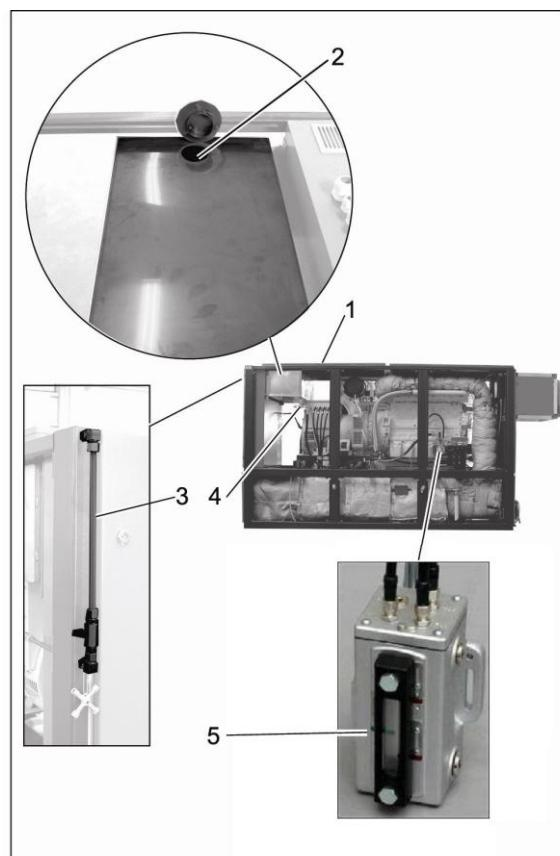

Рис. 5 Дополнительный бак для свежего масла и автоматические устройства системы смазки
- Снять звукоизолирующую обшивку спереди сверху (Рис. 5, поз. 1).
- Залить моторное синтетическое масло из резерва через заливной патрубок на дополнительном баке для свежего масла (Рис. 5, поз. 2).
- Кран для дозаправки на масляном баке в положении "OTKR" (Рис. 5, поз. 4)